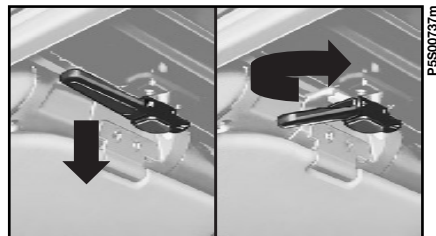

fig. 65
1) De l'intérieur de la voiture, baisser les pare-soleil et dégager le hard top de la traverse de pare-brise en baissant et en tournant les poignées spéciales **fig. 65** vers l'intérieur de la voiture.